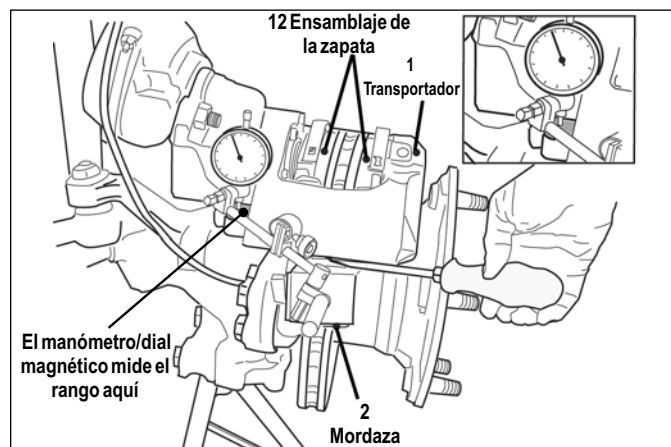

FIGURA 27 - MANÓMETRO/DIAL MAGNÉTICO EN USO
- 4.5.2 Ponga una herramienta apropiada (por ejemplo, un destornillador plano grande) entre el transportador (2) y la mordaza (1), forzándolos en direcciones opuestas y lea el valor máximo en el manómetro/dial. *Consulte la figura 27.*